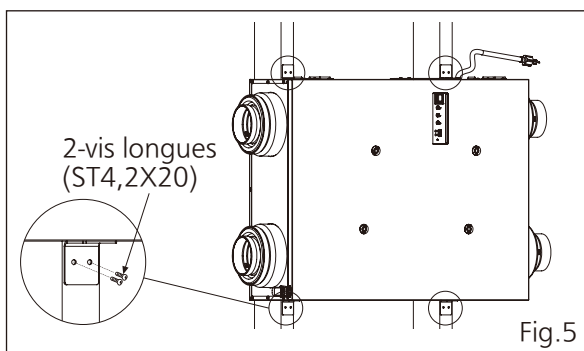

Fig.5
4. Montez la plaque en L sur le montant avec des vis longues (ST4,2X20). (Fig.5)